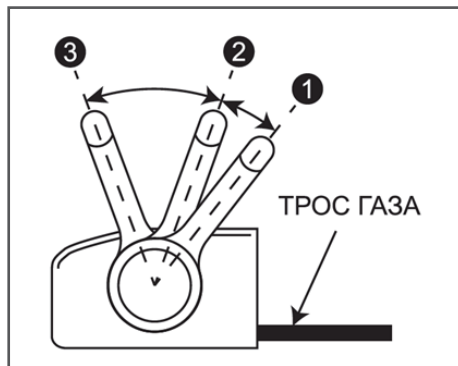
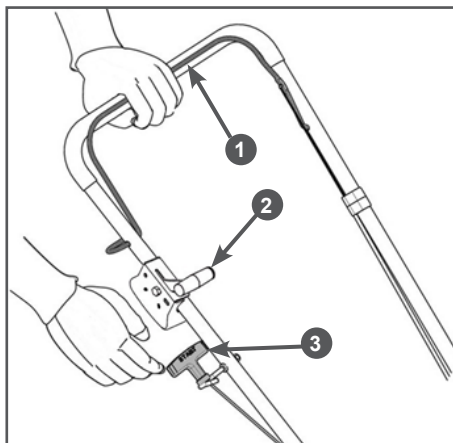

Рис. 7 Положения рычага газа
Рис. 12 Запуск двигателя
После правильной регулировки троса газа рычаг газа имеет три рабочих положения (Рис. 7).
При установке рычага газа в положение «1» (Рис. 7), рычаг управления на панели управления оборотами двигателя должен, толкая тягу управления воздушной заслонкой (Рис. 8B), полностью закрывать воздушную заслонку карбюратора (Рис. 8A).
Перед запуском двигателя, несколько раз задействуйте рычаг 1 остановки двигателя (Рис. 12). Убедитесь, что трос остановки двигателя движется свободно, и что рычаг остановки двигателя работает должным образом.
- Закройте воздушную заслонку карбюратора, для этого установите рычаг газа (Рис. 12 п. 2) в положение «1» (Рис. 7).
- Нажмите и удерживайте рычаг 1 остановки двигателя левой рукой (Рис. 12).
5. После запуска двигателя откройте воздушную заслонку карбюратора. Для этого переведите рычаг газа из положения «1» в положение «3» (Рис. 7). После этого прогрейте двигатель на холостых оборотах в течение 30 секунд.
После запуска прогретого двигателя работу можно начинать сразу, для этого переведите рычаг газа из положения «3» в положение «2» (Рис. 7).
При возникновении аварийной ситуации, для экстренной остановки двигателя отпустите рычаг 1 остановки двигателя (Рис. 12).
4. Отпустите рычаг 1 остановки двигателя (Рис. 12).